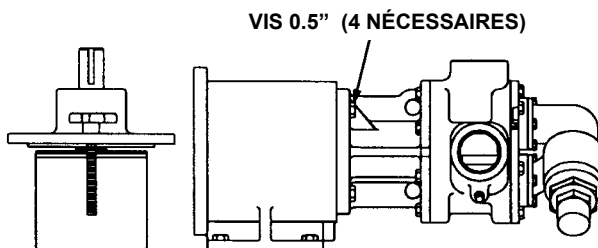

FIGURE 9
3. Soutenez la pompe avec un treuil et sortez les (4) vis de 0.5pouces. **Voir Figure 9.** Sortez la pompe du support; il y aura une certaine résistance pour les séparer puisque l'aimant interne est attiré par le support de couple. S'il est nécessaire de démonter davantage, **voir page 7.** Puisqu'il restera du liquide dans la boîte, ce liquide risque de déborder lorsque la boîte sera séparée de la pompe. Retirez la boîte si elle ne s'est pas déjà détachée de la pompe.